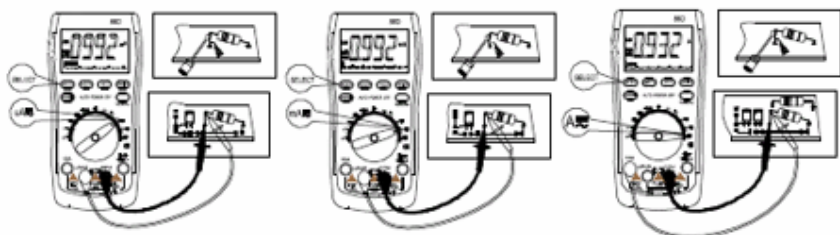

図 11-1
- 1: 黒い測定コードを COM 端子に、赤い測定コードを μ AmA 端子、または 10A 端子に差し込んでください (図 11-1)。